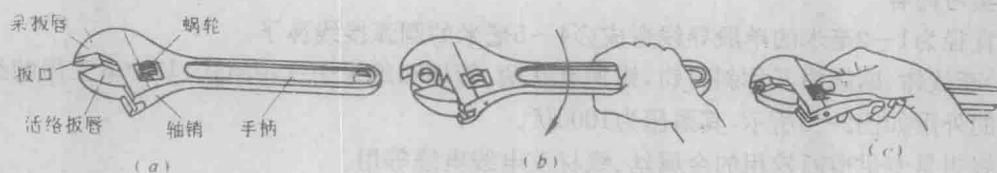

图2-12 活络扳手
1) 活络扳手的构造和规格 活络扳手由头部和柄部组成, 头部由活络扳唇、呆扳唇、扳口、蜗轮和轴销等构成, 如图2-12所示, 旋动蜗轮可调节扳口的大小。规格是以长度 $\times$ 最大开口宽度(单位: 毫米)来表示, 电工常用的活络扳手150 $\times$ 19(6")、200 $\times$ 24(8")、250 $\times$ 30(10")和300 $\times$ 36(12")等四种。
① 扳动大螺母时, 需用较大力矩, 用应握在近柄尾处, 如图2-12(b)所示。
② 扳动较小螺母时, 需用力矩不大, 但螺母过小易打滑, 故手应握在接近头部的地方, 如图2-12(c)所示, 可随时调节蜗轮, 收紧活络扳唇防止打滑。
③ 活络扳手不可反用, 以免损坏活络扳唇, 也不可钢管接长手柄来施加较大的扳拧力矩。
④ 活络扳手不得当作撬棒和手锤使用。